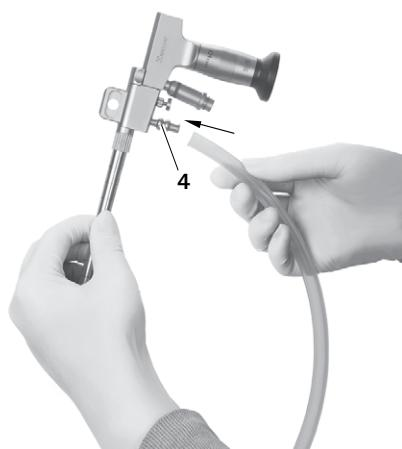

Fig. 20
- ▶ A la conexión de irrigación **4**, ver Fig. 20.